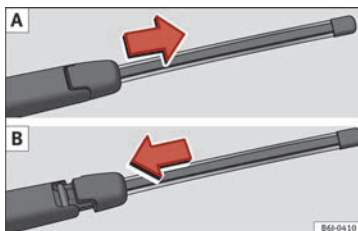

Bild 90 Demontering och montering av bakrutans torkarblad.
- För bladets adapter i pilens riktning och ta bort bladet » **bild 90 A**.
- Placera bladet som visas i » **bild 90 B** och skjut adaptern längs det tills den fastnar.